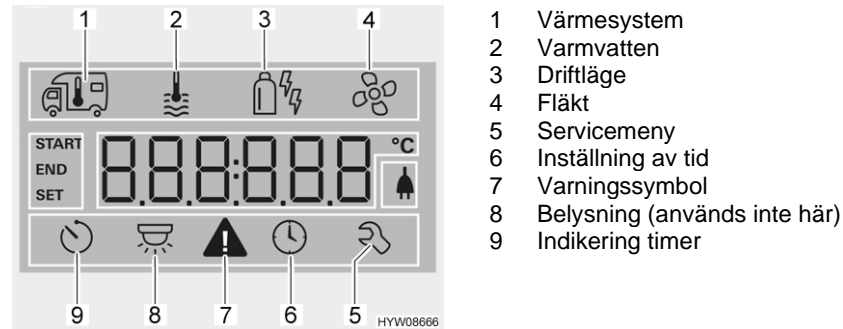

Bild 88 Display (kollenhet)
- Vrid vrid-/tryckknappen (Bild 87,6) tills menysymbolen värmesystem (Bild 88,1) blinkar.
- Vrid vrid-/tryckknappen (Bild 87,6) tills menysymbolen varmvatten (Bild 88,2) blinkar.
- Vrid vrid-/tryckknappen (Bild 87,6) tills menysymbolen driftläge (Bild 88,3) blinkar.
- Vrid vrid-/tryckknappen (Bild 87,6) tills menysymbolen fläkt (Bild 88,4) blinkar.
- Vrid vrid-/tryckknappen (Bild 87,6) tills menysymbolen timer (Bild 88,9) blinkar.
- Tryck på vrid-/tryckknappen. Timern är aktiverad. Symbolen timer (Bild 88,9) blinkar när timern är programmerad och aktiv.
Vid en varning blinkar varningssymbolen (Bild 88,7). Värmesystemet fortsätter att vara igång. Om de bara rör sig om ett temporärt fel så släcks varningssymbolen av sig själv.